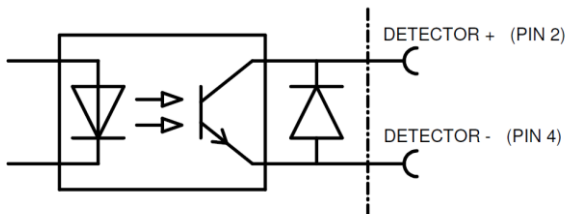

Abbildung 4, Anschlüsse am *Perfomaster*
- Schließen Sie das Netzteilkabel am Netzteil an gemäß Abbildung 4.